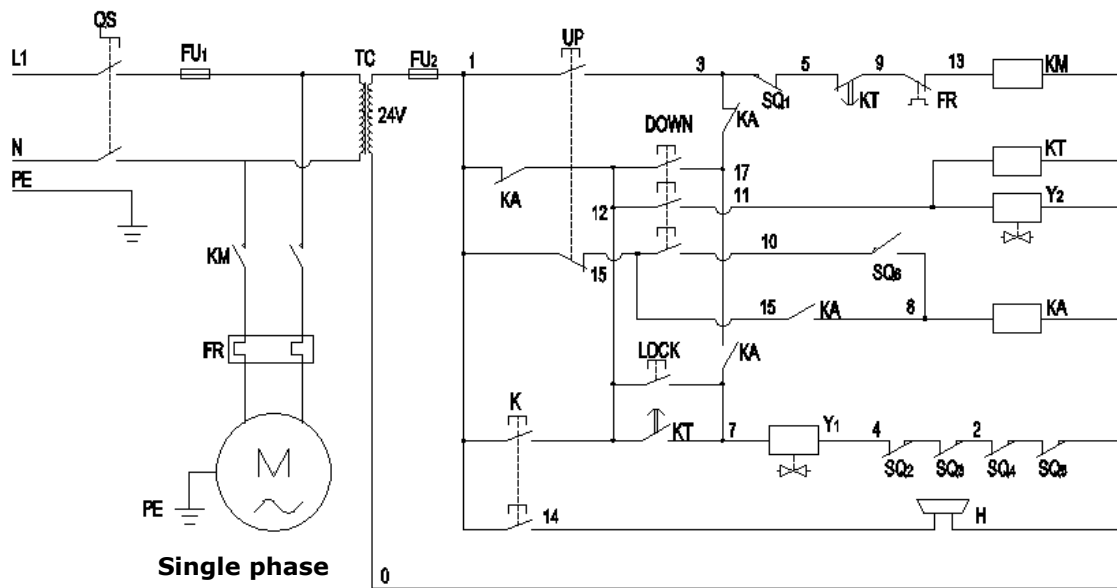

Fig. 40
7.3 220V Circuit diagram (See Fig. 40).